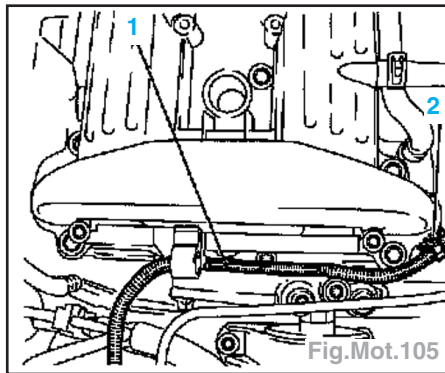

Fig.Mot.105
- Déposer le faisceau de câbles de valve de ventilation du réservoir (1) et défaire la prise (2) (Fig.Mot.105).